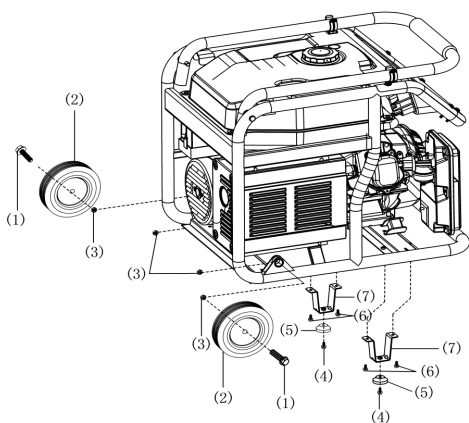

Рисунок 1 – Подсоединение дополнительных элементов
- Обратите внимание на Рисунок 1 и установите колеса и вибрационные опоры, как показано на рисунке: